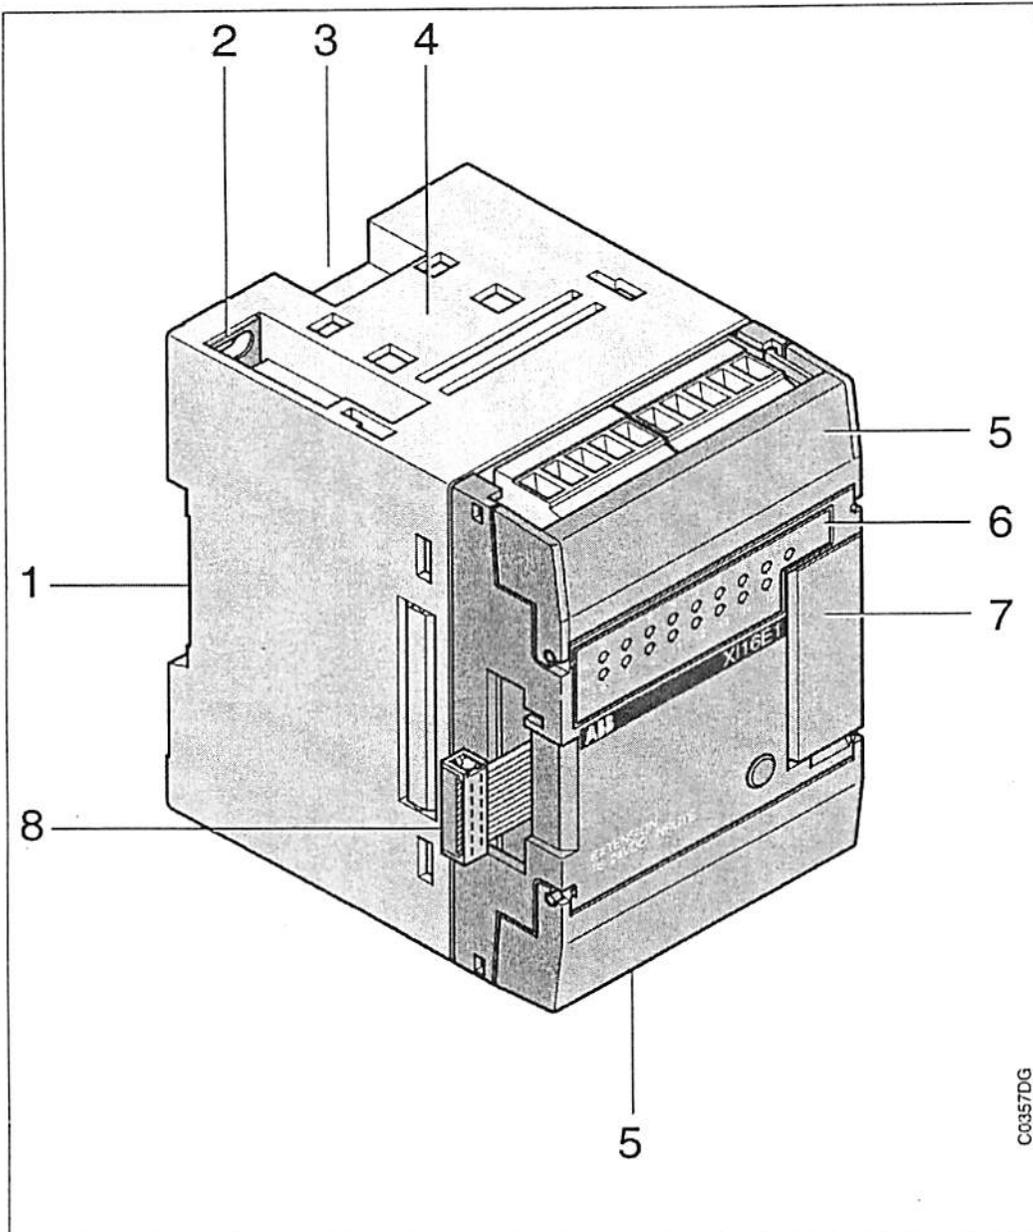

Abbildung 2-5: Ansicht einer digitalen zentralen Erweiterung als Beispiel für alle digitalen zentralen Erweiterungen
**Digitale zentrale Erweiterungen (Beschreibung), siehe Abbildung 2-5 auf der vorhergehenden Seite**